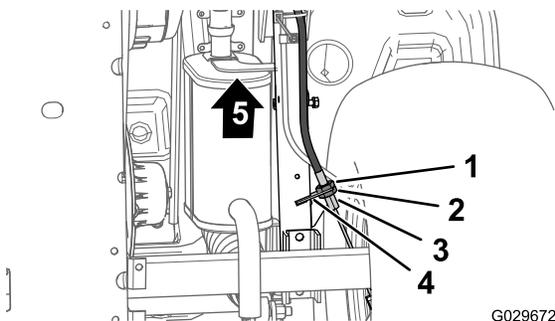

Figura 71
3. Na parte inferior da máquina, desaperte a porca traseira para o ajustador roscado do cabo do travão de mão 4 voltas (Figura 71).
4. Aperte a porca dianteira (Figura 71).
- A. Desaperte a porca dianteira (Figura 71) para o ajustador roscado do cabo do travão de mão 1 volta.
- B. Aperte a porca traseira (Figura 71).
- A. Desaperte a porca traseira (Figura 71) para o ajustador roscado do cabo do travão de mão 1 volta.
- B. Aperte a porca dianteira (Figura 71).